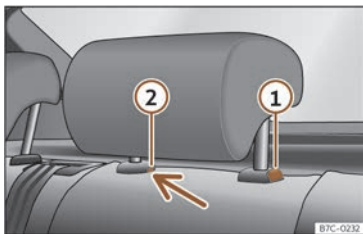

Abb. 90 Kopfstütze hinten ausbauen.
- Drücken Sie die Taste >>> **(Abb. 90) ①** sowie gleichzeitig mit einem Schlitzschraubendreher (Breite max. 5 mm) in die Öffnung der Verriegelung **②** und ziehen Sie die Kopfstütze heraus.